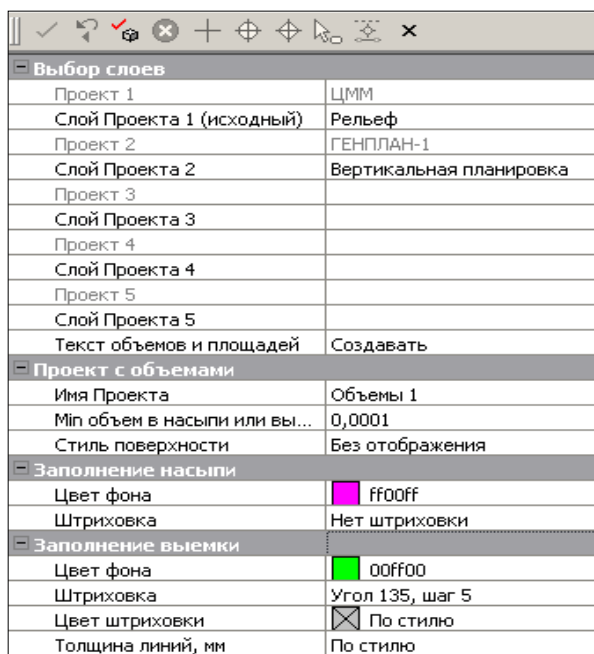

Рис. 7.2
- Выполните настройки в окне параметров (рис. 7.2).